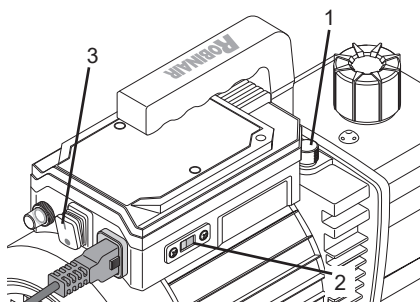

Figure 7
6. Vérifier que la position du sélecteur de tension (2) (voir Figure 7) correspond à la tension nominale de l'alimentation électrique.
1. Mettre en marche (3) la pompe à vide (voir Figure 7).
La vanne de ballast de gaz (1) se situe à côté de la poignée, en face de l'orifice d'entrée (voir Figure 7).
3. Arrêter (3) la pompe à vide (voir Figure 7).